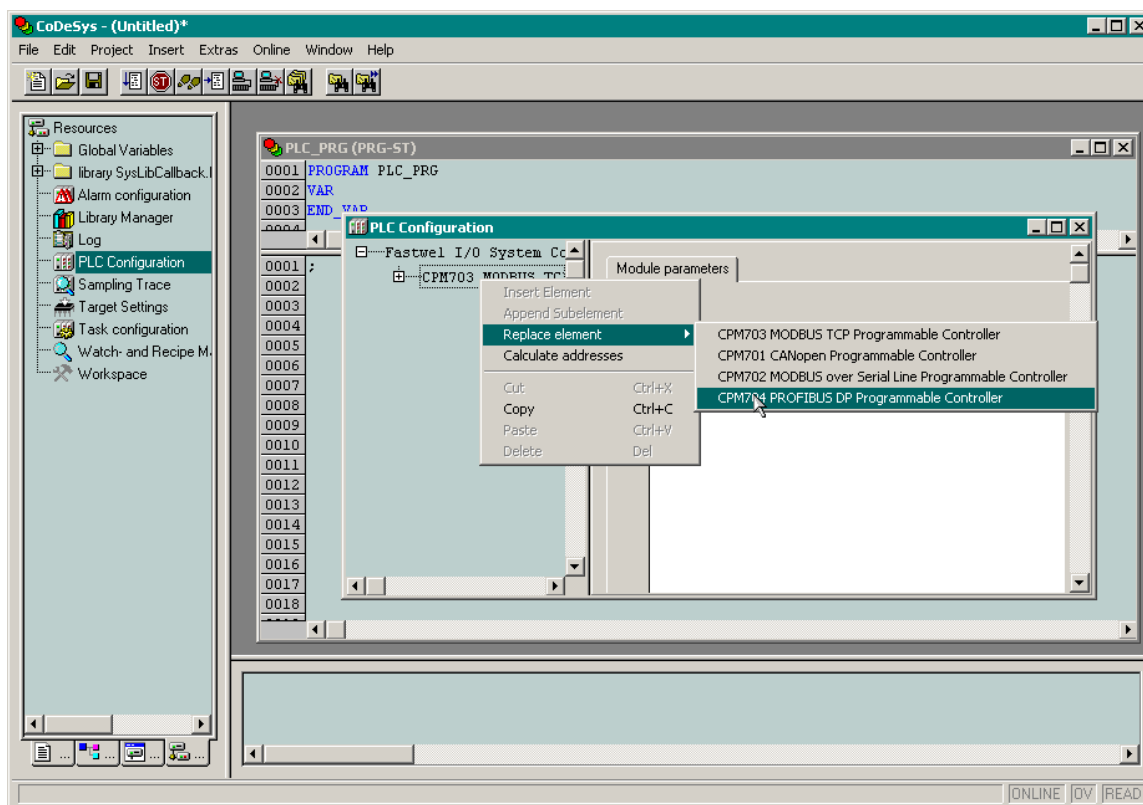

Рис. 22. Смена типа контроллера
6. Если приложение разрабатывается для другого типа контроллера, щелкните правой кнопкой мыши над описателем контроллера CPM703, выберите заголовок **Replace Element** в появившемся контекстном меню, после чего выберите строку подменю, соответствующую типу контроллера, для которого создается приложение, как показано на рис. 22.